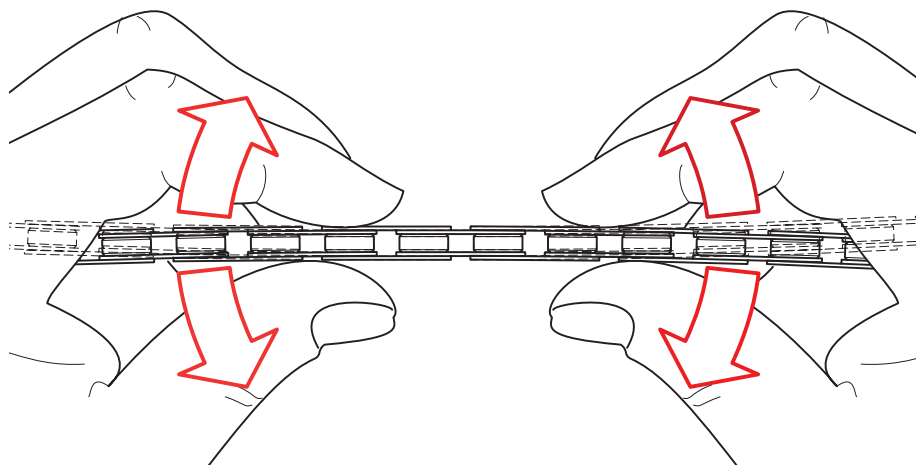

Abb.24
- Gegebenenfalls die Beweglichkeit der Kette (Abb.24) durch leichtes seitliches Hin- und Herbiegen wiederherstellen.